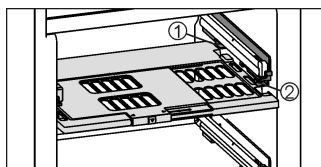

Fig. 17
- Inserimento della piastra di regolazione dell'umidità: inserire le nervature del coperchio della piastra dal basso nel supporto inferiore Fig. 17 (1) e inserire anteriormente nel supporto Fig. 17 (2).